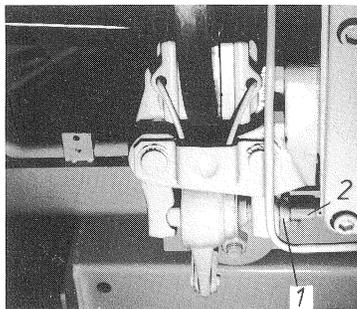

Bild 58
- Ist die Einstellung am Drehgriff wegen eines zu großen Einstellweges nicht möglich, muß zuvor eine Grobeinstellung an der Bremszange erfolgen. Kontermutter (Bild 58/1) lösen und Welle (Bild 58/2) des Hebels eindrehen. Welle mit Kontermutter festsetzen.